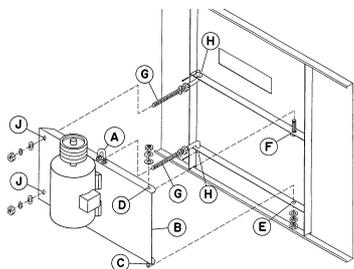

Figura 18 – Installazione esterna motore
1. Analizzare attentamente la Figura 18 prima di installare la base del motore sull'unità.
2. Inserire la fune per il sollevamento nel golfare a "U" (A) sulla base del motore (B).
5. Inserire le viti "J" (G) nei fori H. Inserire le rondelle piatte e i perni trasversali. Posizionare dadi e rondelle sulla parte filettata delle viti "J", che si troveranno dietro la base del motore, una volta installato.